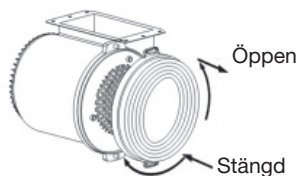

Bild 9
• INSTALLATION AV KOLFILTRET, SE BILD 9;